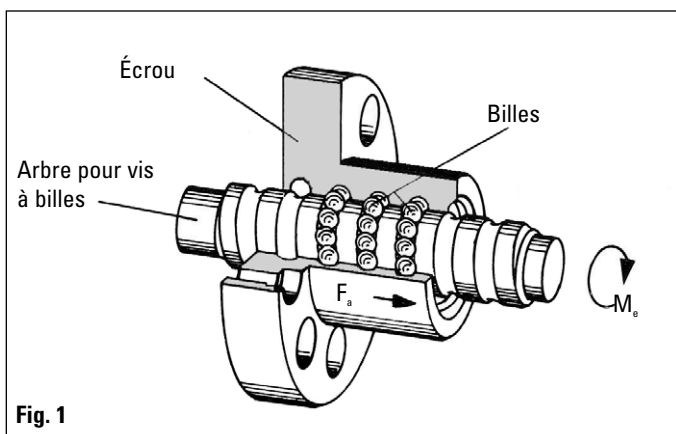

Fig. 1
(A) Efficacité des vis à billes d'après la Fig. 1